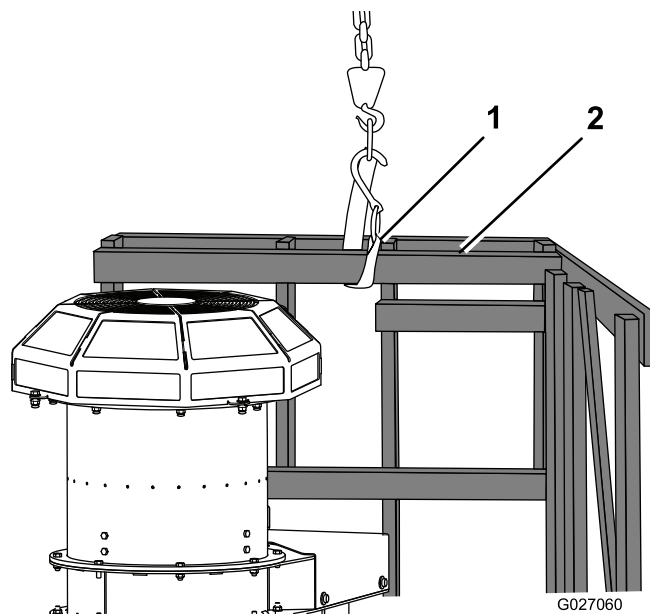

Figura 5
6. Sujete una correa al extremo superior del palet y eleve el palet hasta que la caja y el soplador estén en posición vertical (Figura 5).